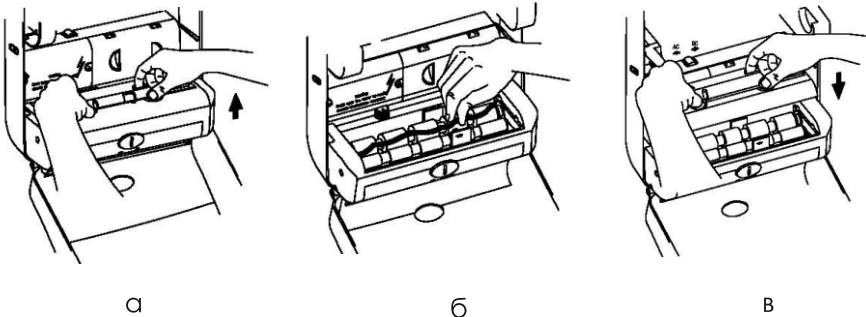

Рисунок 4
1. откройте крышку внутреннего блока (Рисунок 4а);
2. очистите выпускное отверстие от остатков бумаги или посторонних предметов (Рисунок 4б);
3. поместите бумагу листом по направлению к выпускному отверстию диспенсера (Рисунок 4в). Устройство автоматически определит наличие бумаги и будет готово к использованию.